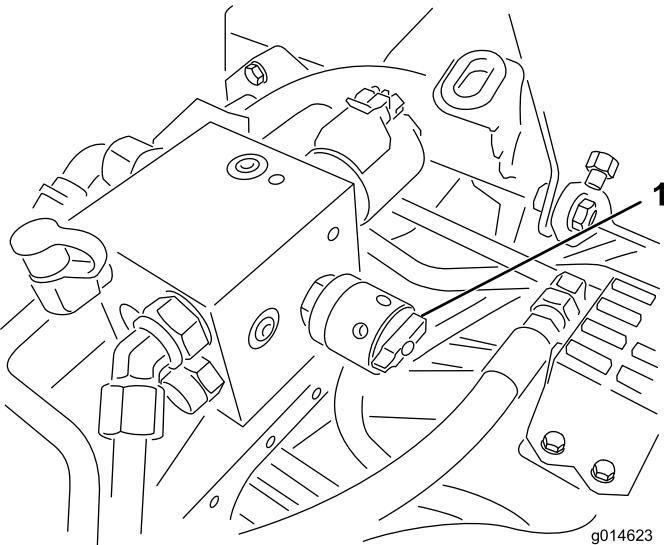

図 39
4. リールの速度を設定するには、ノブ（図 39）を回して、ノブの矢印を、所定の番号に合わせる。